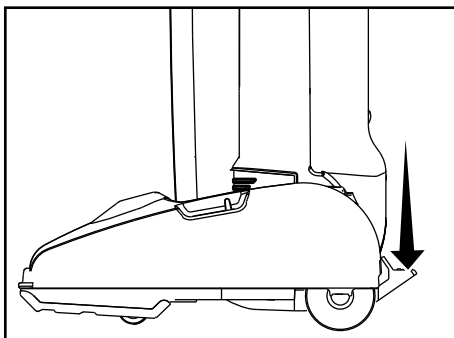

Fig. 2
- Appuyez avec le pied sur la pédale de déblocage afin d'incliner la poignée (Fig. 2).